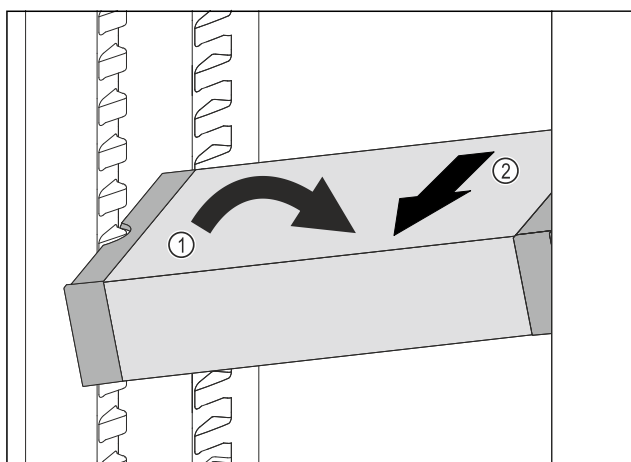

Fig. 138
- Встановити VarioSafe під кутом в охолоджувальному відділенні. Fig. 138 (1)
- Витягнути VarioSafe вперед. Fig. 138 (2)